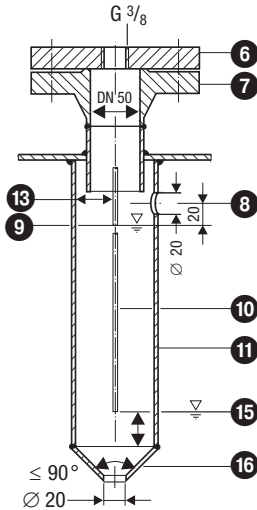

Fig. 5 Schutzrohr (bauseitig) für innenliegenden Einbau
- Eine Niveauelektrode NRG 16-4 kann mit einer GESTRA-Niveauelektrode, einem Kompakt-Niveauschalter oder -transmitter in ein gemeinsames Schutzrohr bzw. Messgefäß (Innendurchmesser DN100) eingebaut werden. **Fig. 5 - 8**. Dabei muss bei innenliegendem Einbau die Niveauelektrode für die Wasserstandbegrenzung von der oberen Ausgleichsbohrung mindestens 40 mm entfernt sein.
- Die elektrische Kriechstrecke von 14 mm zwischen Elektrode und Masse (Flansch, Behälterwand) darf nicht unterschritten werden! **Fig. 5 - 8**